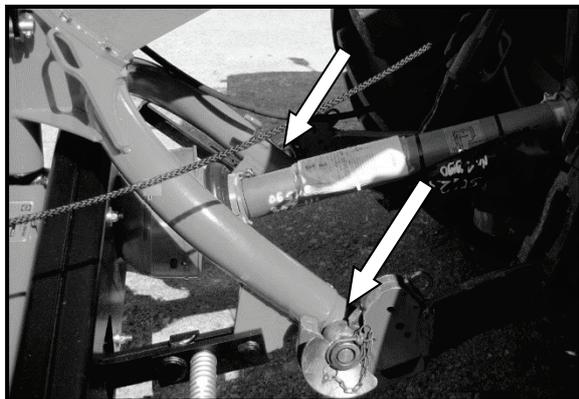

Fig. 49 Los brazos inferiores están acoplados en los pivotes de tres puntos
- Enganche primero los brazos inferiores en la suspensión de tres puntos del tractor (Fig. 49).